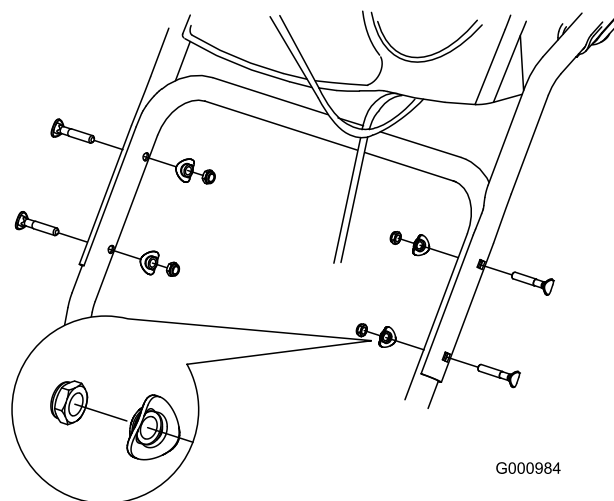

Figure 3
1. Soulevez et faites pivoter la partie supérieure du guidon pour la placer au-dessus de la partie inférieure (Figure 3).
2. Placez 2 bouchons, 2 rondelles bombées et 2 contre-écrous dans les trous inférieurs du guidon (Figure 3).